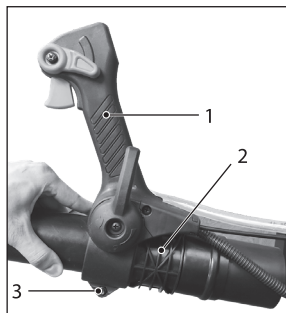

Рис. 3.1
3.1. Для модели GS-43: установите рукоятку управления 1 (рис. 3.1) на втулку напорной трубы 2 (тип А). Зафиксируйте рукоятку с помощью крепежа 3.